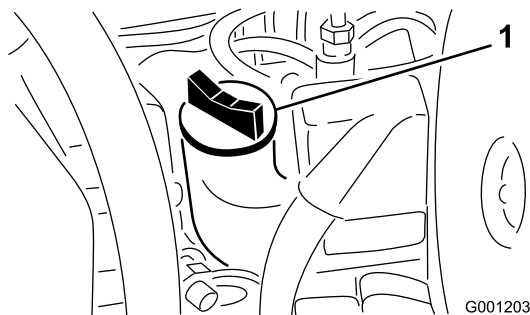

Figura 51
4. Se il livello dell'olio non raggiunge il segno di pieno, togliete il tappo di riempimento (Figura 51) e rabboccate con olio fino a portarlo al segno Full sull'asta di livello. **Non riempite troppo..**